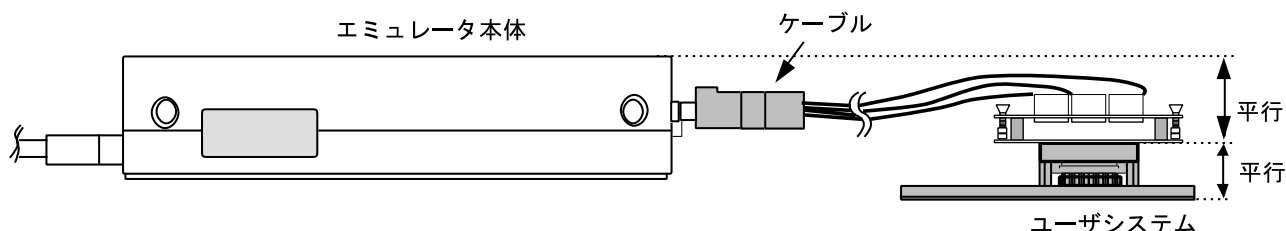

図10 設置例
- (1) ユーザシステムへの接続時には1ピン位置に十分注意して、誤接続は絶対にしないでください。
- (2) 本ユーザシステムインタフェースケーブルを使用する場合の推奨マウントパッド寸法は、MCU 実装用マウントパッド寸法とは異なりますので注意してください。
- (3) 本ユーザシステムインタフェースケーブルは、HS3880EPI60H および HS388REPI60H エミュレータ専用ですので、他のエミュレータ本体には使用しないでください。
- (4) ケーブル本体部が断線する可能性がありますので、本ユーザシステムインタフェースケーブルの上に重いものや金属等の角の尖ったものを置かないでください。
- (5) ユーザシステムに接続した状態では、ユーザシステムインタフェースケーブル、特にケーブル先端部に無理な力が加わらないように注意する必要があります。図10の設置例を参照してご使用ください。